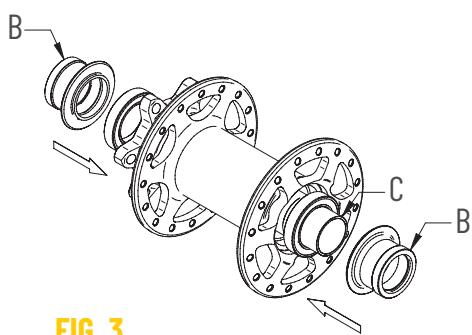

FIG. 3
- Inserite il perno (C)
- Infilate gli scontri sul perno facendo attenzione che vi siano presenti anche i supporti all'interno (Fig. 3).